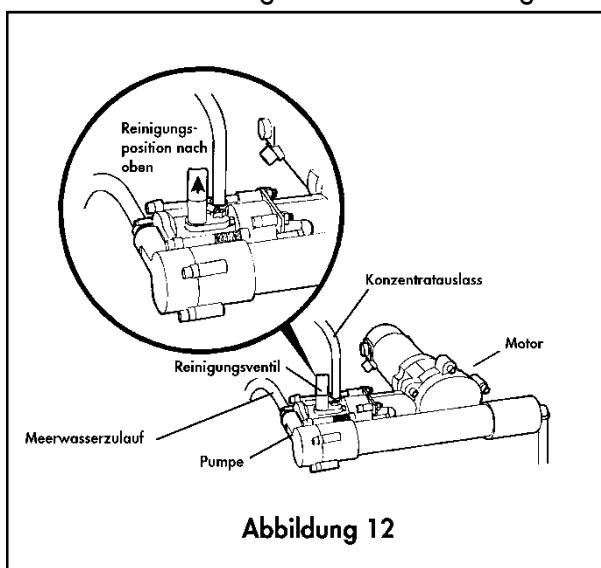

Abbildung 12
1. Öffnen Sie den Hebel des vorhandenen Reinigungsventiles (Abb. 12).